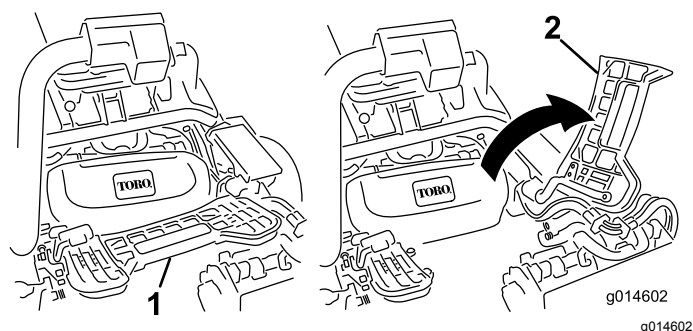

Bild 11
7. Wenn Sie das mittlere Mähwerk installieren, heben Sie es an der Fußplattform an und schwenken es nach oben, damit Sie Zugang zur Stellung des mittleren Mähwerks haben (Bild 11).